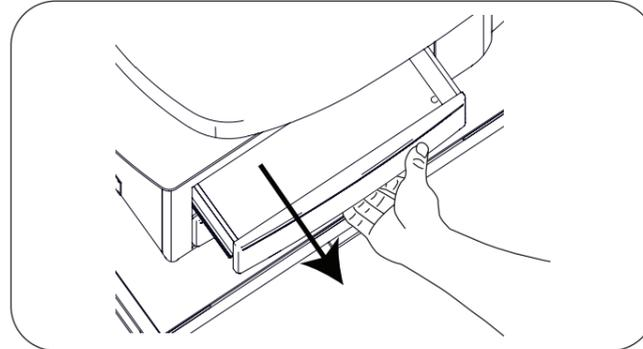

Figure 16. Levez le tiroir supérieur arrière traversant pour l'ouvrir
17. Préparez l'arrière de la table pour le levage en tirant le tiroir supérieur arrière traversant vers un côté (Figure 16).